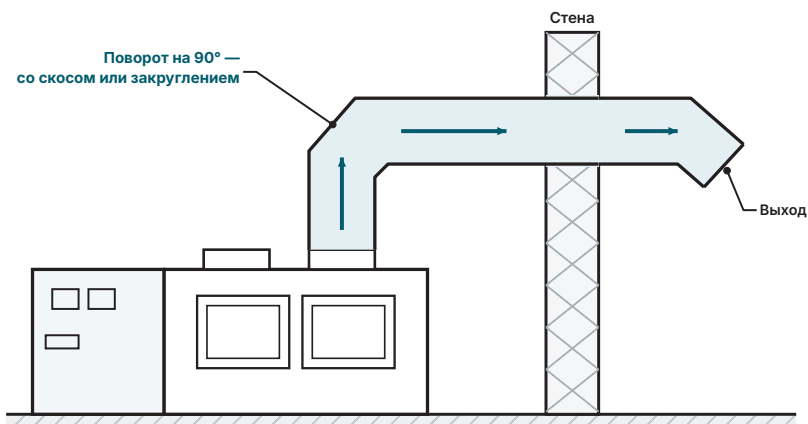

Рис. 33. Скос (закругление) на повороте воздуховода
- Повороты воздуховода на 90° выполняются со скосом или закруглением (рис. 33).